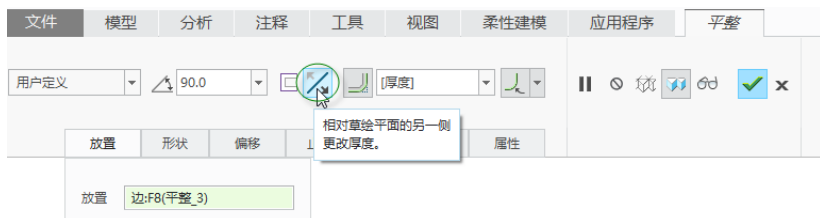

图 1-123 反转材料厚度方向
(3) 在“平整”选项卡中，单击图 1-123 所示的  (相对草绘平面的另一侧更改厚度) 按钮。